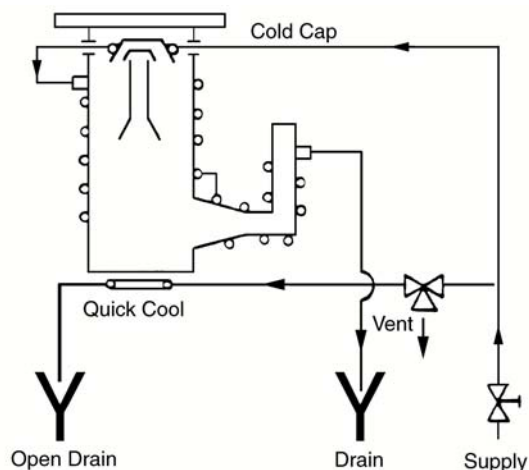

Figure 10 Branchements de l'eau de refroidissement
1. Branchez en série le serpentin de refroidissement du chapeau refroidi et l'ensemble des conduites de refroidissement du corps et de la tubulure de vide primaire *sauf le serpentin de Refroidissement Rapide (voir le paragraphe suivant)* comme illustré à la Figure 10. Consultez le Tableau 4 à la page 6 pour connaître le débit d'eau de refroidissement adapté au type de pompe. Un débit supérieur n'endommage pas la pompe.